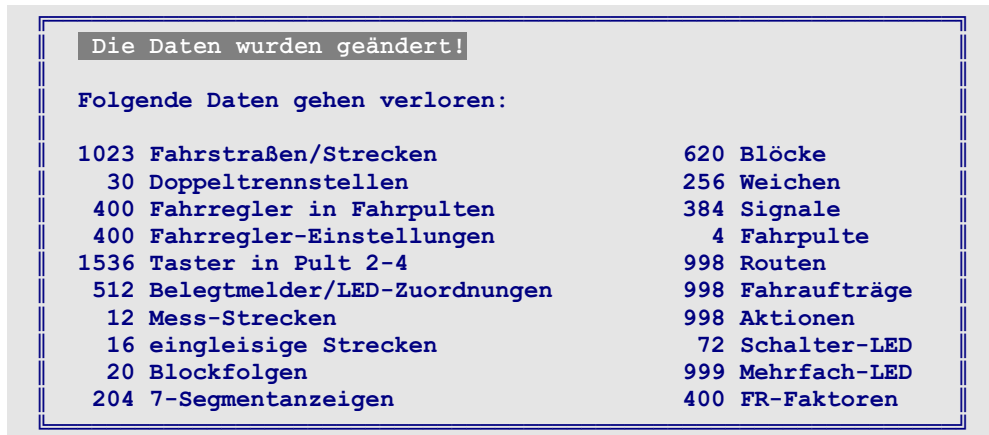
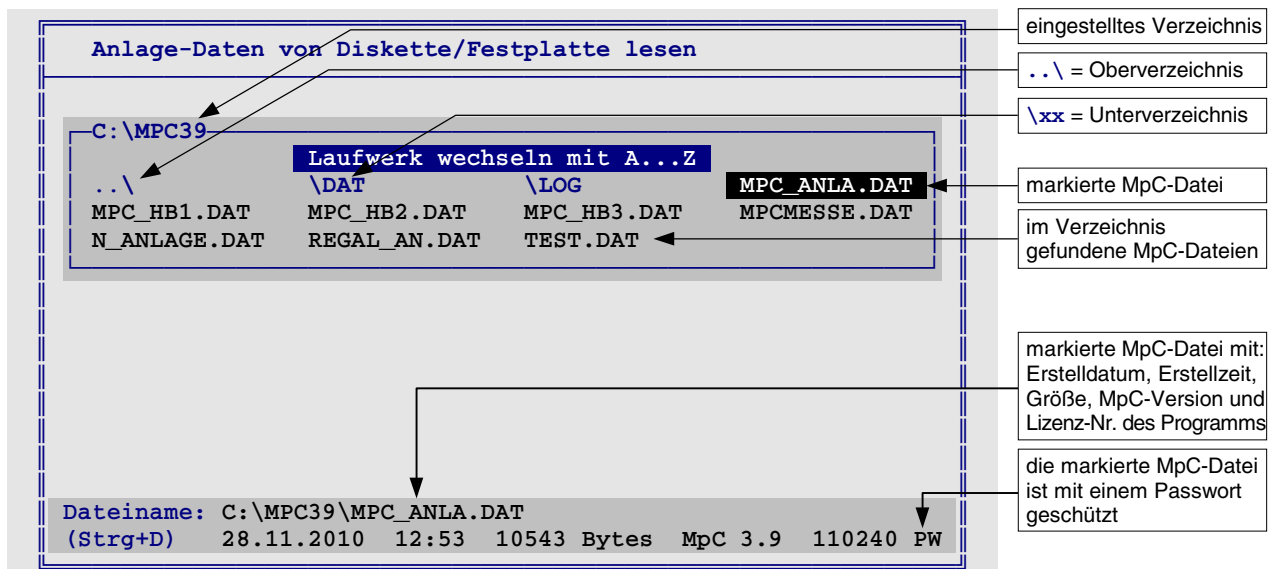

Abbildung 10: Datenliste beim Lesen und Speichern (mit Maximalzahlen bei MpC-Classic)
Abbildung 11: Markieren der zu lesenden Anlagedaten im Auswahlfenster
Mit diesem Programmzweig werden (z.B. auf Diskette, Festplatte oder USB-Stick) gespeicherte Anlage-daten (Formulare) in den Programmspeicher eingelesen. Befinden sich noch nicht gespeicherte Formulare im Programmspeicher, erscheint eine Liste dieser Formulare gemäß Abbildung 10 gefolgt von der Frage: "Daten trotzdem einlesen?". Lautet die Antwort <n>, wird der Zweig DL abgebrochen. Lautet die Antwort <j>, werden die gelisteten Formulare gelöscht und durch die neu eingelesenen ersetzt.
Die im aktuell eingestellten Verzeichnis gefundenen MpC-Dateien mit der Erweiterung DAT werden in einem Fenster aufgelistet (→ Abbildung 11). Im Fensterkopf steht das aktuelle Verzeichnis. Darunter folgen in blauer Schrift etwaige Unterverzeichnisse und in grau die gefundenen DAT-Dateien. Mit ". . \" ist das übergeordnete Verzeichnis (Oberverzeichnis) gemeint.
Das Suchen und Anzeigen der DAT-Dateien in einem Fenster gemäß Abbildung 11 erfolgt mit dem Zusatzprogramm MPC\_DLS.EXE und benötigt (besonders wenn ein Diskettenlaufwerk eingestellt ist) etwas Zeit. Mit **Strg D** kann man den Fenster-Modus für den Zweig DL abschalten. Der Name der zu lesenden Datei muss dann unten im Bildschirm eingetippt werden. Der zuletzt verwendete Name wird als Vorgabe angeboten. Bestätigen Sie die Vorgabe mit <Enter> oder geben Sie einen anderen Namen ein. MpC merkt sich den Lese-Modus (mit/ohne Fenster) in der Datei MPC.INI. Mit einem erneuten Strg D kann man den Modus wieder zurückwechseln.
**Nach dem Lesen** erscheint der Dateiname oben mittig im Bildschirm (→S.102, Abbildung 56, Pos. 6) und es folgt wieder eine Auflistung gemäß Abbildung 10. Zusätzlich werden das Erstelldatum der Datei sowie die Anzahl der gelesenen Bytes angezeigt. Die maximale Länge einer Datendatei beträgt 156 kBytes. Sie ist intern in drei Segmente zu zweimal 64 kB und einmal 28 kB unterteilt. Daher erfolgt auch die Angabe der gelesenen Bytes in drei Teilbeträgen.
Wurden Formulare geändert, müssen sie vor Ende des Programms mit dem Zweig DS auf einen Datenträger (Festplatte, Diskette, USB-Stick etc.) gespeichert werden. Nach Anzeige der vorhandenen Formulare gemäß Abbildung 10 wird eine Bestätigung für das Speichern verlangt. Lautet die Antwort <j>, erscheint (wie in Abbildung 11) ein Fenster mit einer Liste der im aktuellen Verzeichnis gefundenen MpC-Dateien (\*.DAT). Der zuletzt verwendete Dateiname ist markiert. Wollen Sie den Namen beibehalten, bestätigen Sie das mit <Enter>. Andernfalls markieren Sie mit den Pfeiltasten einen anderen Namen oder auch ein anderes Verzeichnis. Mit A-Z wird ein anderes Laufwerk eingestellt. Mit <Esc> wird der Zweig DS abgebrochen.
Das Suchen und Anzeigen der DAT-Dateien in einem Fenster gemäß Abbildung 11 erfolgt ebenfalls mit dem Zusatzprogramm MPC\_DLS.EXE. Insofern gilt der oben stehende "Tipp" zum Ein-/Ausschalten dieser Fensterfunktion mit **Strg D** auch für den Zweig DS.